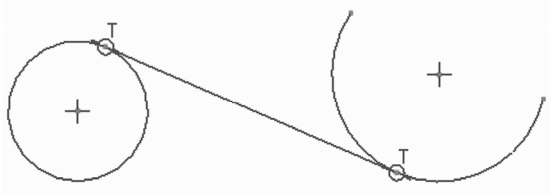

图 2-7 绘制相切直线
- 3) 移动鼠标至另一个图元（如圆或圆弧）预定区域，系统通常会捕捉到相切点，此时单击鼠标左键，绘制一条与所选两个图元相切的直线，如图 2-7 所示。